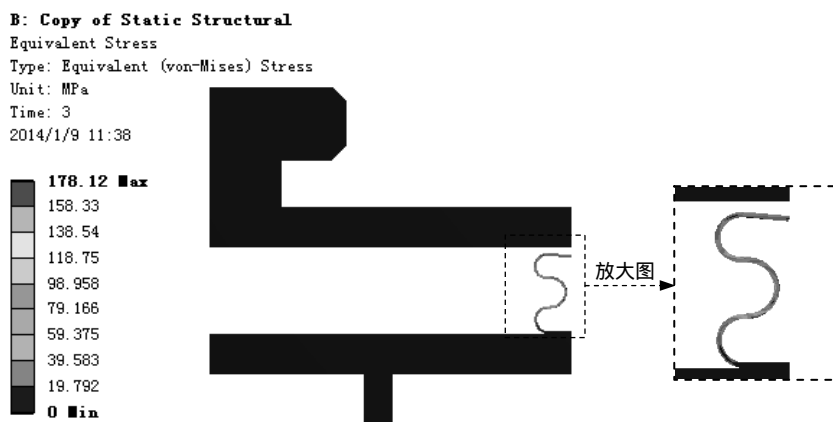

图 9.7.40 应力结果图解
(3) 查看应力结果图解。在“ Outline ”窗口中选中 Equivalent Stress 选项，发现在第二步及第三步时就发生了塑性变形，如图 9.7.40 所示。